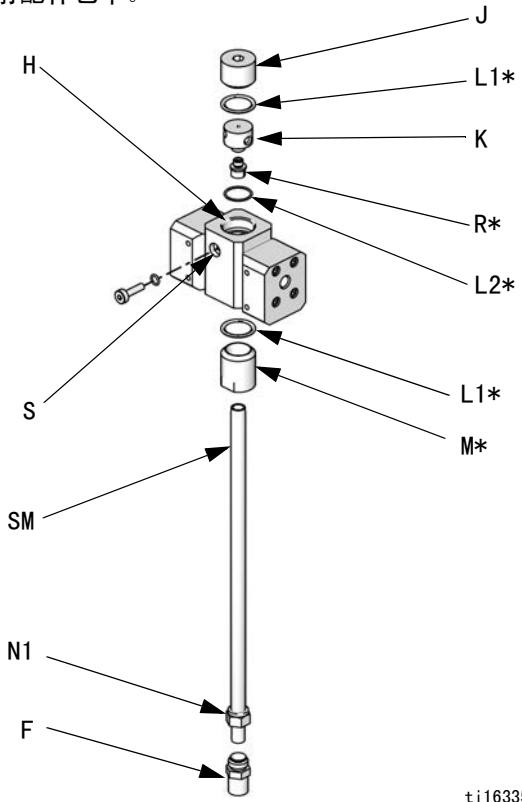

图 8. 安装 15U955 注射配件包
2. 拧松静态混合器螺母 (N1)。卸下并保留静态混合器 (SM)。
3. 松开 U 形管螺丝 (N2 和 N3)。丢弃 U 管 (C) 和静态混合器接头 (D)。
4. 卸下并保留 1/4 npt (m) 接头 (F)。卸下混合室 (G) 并丢弃。
5. 参见图 8。从节流器罩 (H) 上卸下其余零配件。保留插塞 (J) 和基座 (K)。丢弃所有用过的 O 形圈。
6. 将节流器罩 (H) 旋转 180°，使定位螺钉 (S) 位于左上位置，如图 8 所示。卸下并保留两颗定位螺钉 (S)。在重装时，将调换这两个螺钉的位置。
7. 将大 O 型圈 (L1\*) 装在节流器罩 (H) 上。将注射帽 (M\*) 拧在节流器罩上。
8. 根据应用要求决定所需的流量范围。将**动态配料限流器选择图**（第 68-70 页）用作指南，为选定的流量和比率选择相应尺寸的节流器。将节流器 (R\*) 安装在基座 (K) 上。
9. 将小尺寸的 O 形圈 (L2\*)、限流器 (R\*)、基座 (K)，大尺寸 O 形圈 (L1\*) 和塞子 (J) 装在一起，如图所示。
10. 装上两个固定螺丝。在罩的前面安装长定位螺钉 (S) 以方便触及。